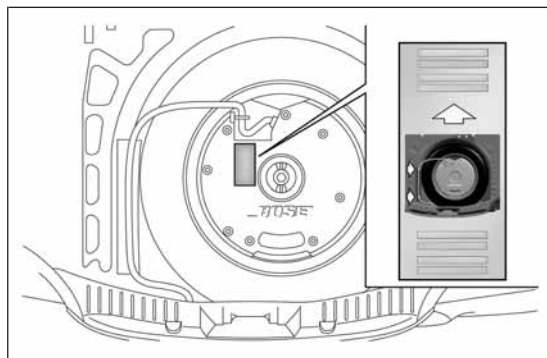

fig. 125
- ☐ volver a colocar el contenedor en su sitio (con la flecha hacia adelante) y apoyar el Subwoofer sobre el mismo, con cuidado de colocarlo según las indicaciones presentes en el contenedor (fig. 125) de forma que la inscripción "BOSE" esté colocada en el sentido correcto de lectura;